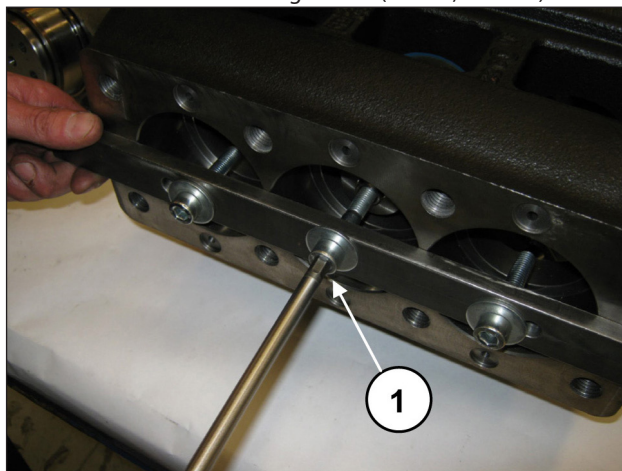
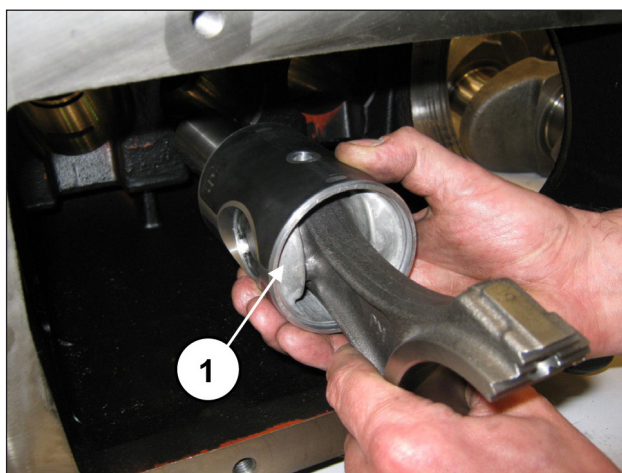
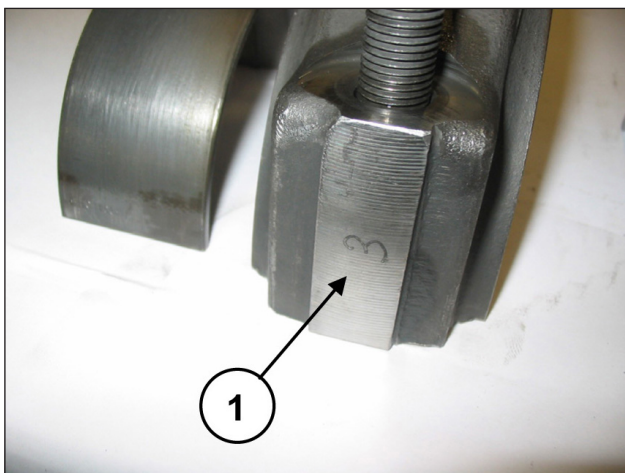

Abb. 32
Abb. 33
Abb. 40
Gehen Sie für den etwaigen Austausch einer oder mehrerer Pleuelstangen oder Kolbenführungen folgendermaßen vor: Drehen Sie die Schrauben des Werkzeugs Art. 27566200 zum Lösen der Pleuelstangen ab (Pos. ①, Abb. 32) und ziehen Sie anschließend die Baugruppe Pleuelstange-Kolbenführung von der hinteren Gehäuseöffnung heraus (Pos. ①, Abb. 33).
Paaren Sie die Pleuelhälften mit dem vorab ausgebauten Pleueldeckeln unter Berücksichtigung der Nummerierung (Pos. ①, Abb. 40).
Trennen Sie Pleuedeckel und Pleuehälften; die vorschriftsmäßige Paarung wird durch die seitliche Nummerierung garantiert (Pos. ①, Abb. 40). Nachdem Sie das Gehäuse auf perfekte Sauberkeit überprüft haben, setzen Sie die Baugruppe Pleuehälfte-Kolbenführung in die Buchsen des Gehäuses ein (Pos. ①, Abb. 33).
Arretieren Sie die drei Baugruppen mit dem entsprechenden Werkzeug Art. 27566200 (Pos. ①, Abb. 32).
Entfernen Sie das Werkzeug zur Sicherung der Pleuelstangen Art. 27566200 (Pos. ①, Abb. 32).